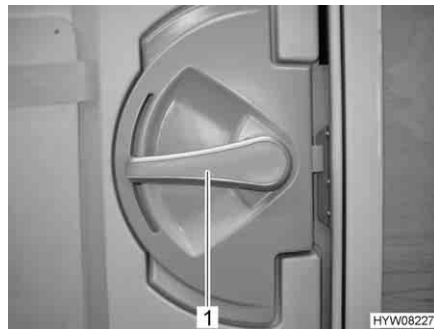

Fig. 25 Serrure de la porte, porte cellule, à l'intérieur
- Ouvrir :* ■ Appuyer sur la poignée de la porte (Fig. 25,1) vers le bas.
- Verrouiller :* ■ Tourner la poignée de la porte (Fig. 25,1) d'env. 45° vers le haut et la laisser dans cette position.